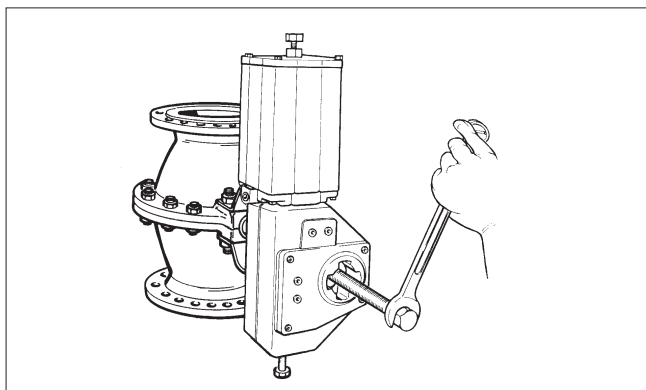

Fig. 6 Dégagement de l'actionneur à l'aide de l'extracteur
- Déposez l'actionneur de la vanne à l'aide d'un extracteur que vous pouvez commander auprès du fabricant (voir la Section 8). Voir Figure 6.